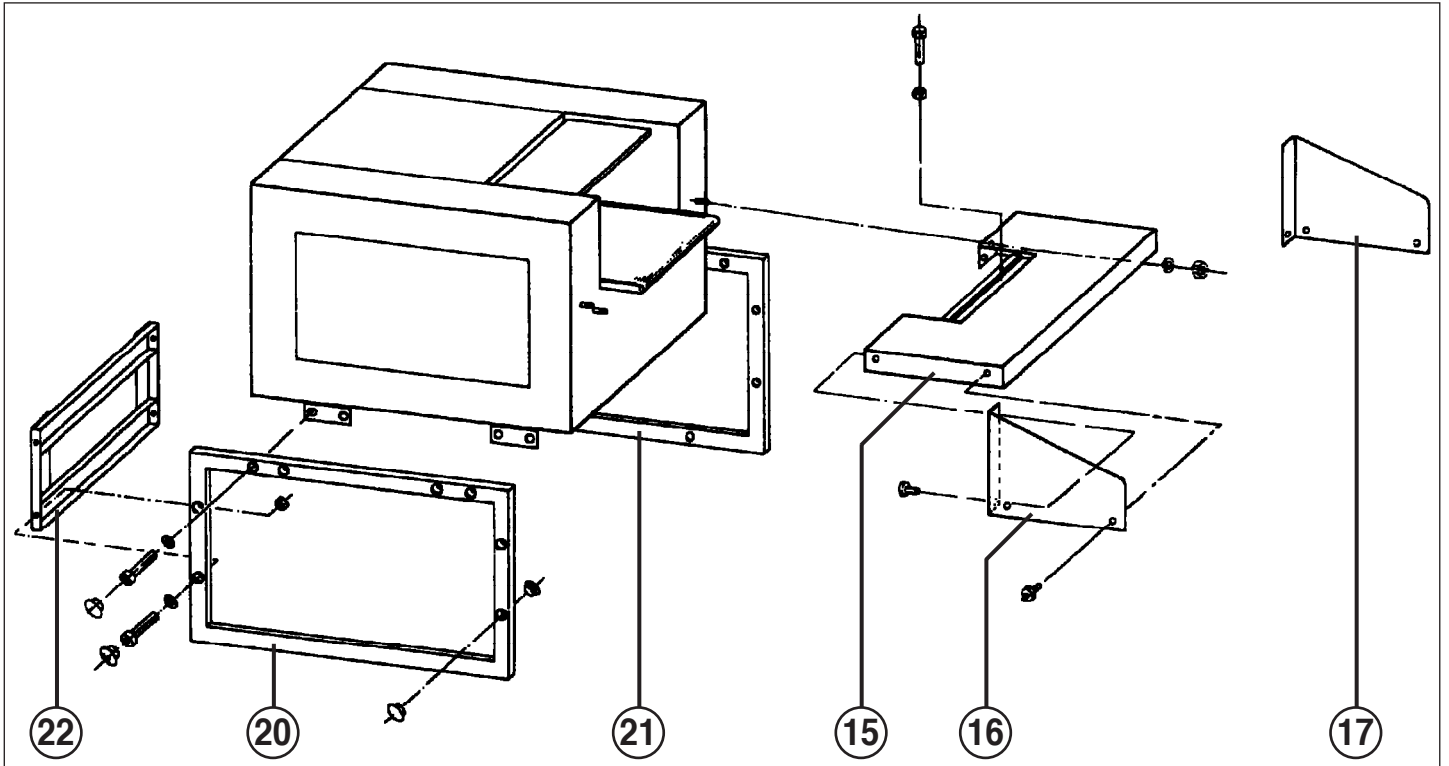

Fig. 1
- 15 = Mesa (fig. 1)
- 16 = Ângulo de protecção à esquerda (fig. 1)
- 17 = Ângulo de protecção à direita (fig. 1)
- 20 = Quadro à esquerda (fig. 1)
- 21 = Quadro à direita (fig. 1)
- 22 = Chapa intermediária (fig. 1)
SUORTE DE BASE (fig. 1 e 2):
MONTAGEM DA MESA (15) (fig. 1):
4. Conduzir o cabo de corrente da ripa de emergência-desligação (14) pela luva em frente na parte lateral e esquerda da caixa e pela união roscada de cabos em baixo, na caixa de distribuição para dentro da caixa de distribuição, e ligar ali a perna azul ao borne 20 e a perna castanha ao borne 19.
ÂNGULOS DE PROTECÇÃO (fig. 1):